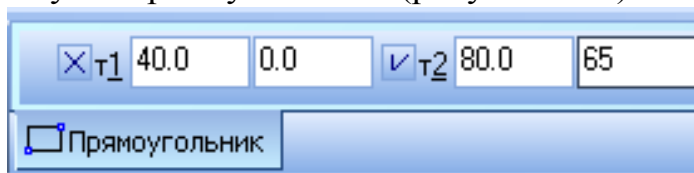

Рисунок 2.12 – Строка параметров Прямоугольника
2. Введите координаты левого нижнего угла прямоугольника и координаты правого верхнего угла прямоугольника (рисунок 2.12).